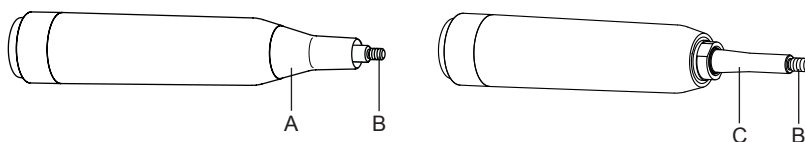

Fig. 10
Pulire in modo accurato il manipolo ponendo particolare attenzione al perno filettato su cui vengono avvitati gli inserti (Fig.10 - Rif.B) e alla cavità anulare adiacente.
- 2 Svitare il cono anteriore in metallo (Fig.10 - Rif.A);
- Filettatura del manipolo (Fig.10 - Rif.B);
- Stelo in titanio (Fig.10 - Rif.C);
- Cono anteriore (Fig.10 - Rif.A) nelle sue parti esterne ed interne.
- 6 Asciugare e riassemblare il cono anteriore sul manipolo (Fig.10 - Rif.A);